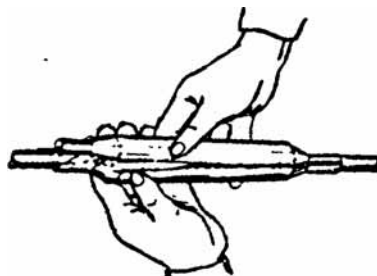

Рис. 4.7. Установка металлического каркаса над срезом
4.3.1. Над срезом устанавливают металлический каркас, состоящий из двух одинаковых полумуфт (рис. 4.7).